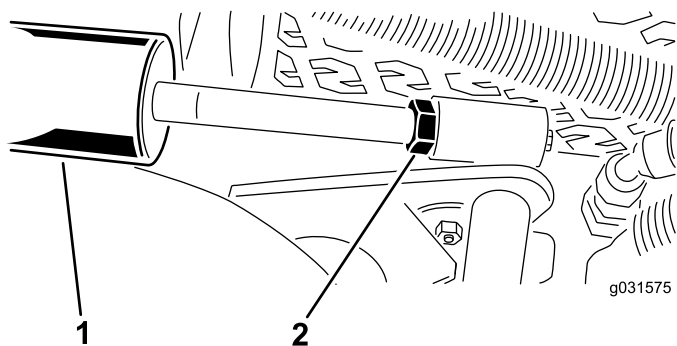

Figure 16
- A. Abaissez les unités de coupe et desserrez l'écrou de blocage sur le vérin (Figure 16).